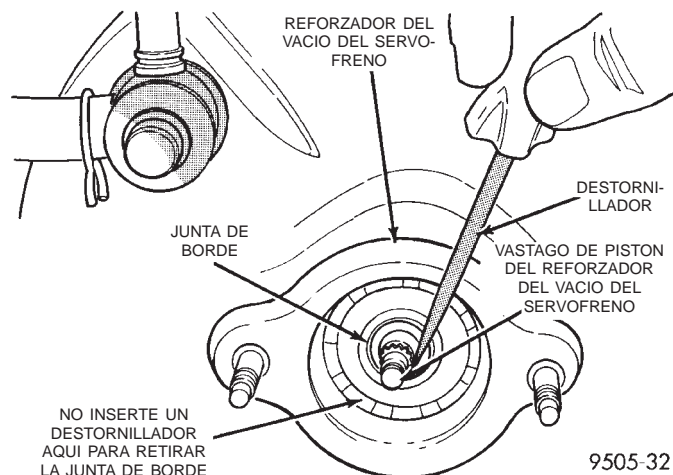

Fig. 107 Desmontaje del sello del reforzador del vacío
PRECAUCION: En los vehículos que tienen instalado el sistema ABS, el cilindro maestro sirve de sello para retener el vacío en el reforzador del vacío del servofreno. El sello de vacío en la parte delantera del reforzador del vacío del servofreno (Fig. 107) DEBE reemplazarse cuando se retira el cilindro maestro del reforzador del vacío del servofreno.
(7) Si el vehículo tiene instalado el sistema ABS, retire el sello de vacío (Fig. 107) situado en la parte delantera del reforzador del vacío del servofreno. Para retirar el sello de vacío, inserte **cuidadosamente** un destornillador pequeño entre el vástago de pistón del reforzador del vacío del servofreno y el sello de vacío (Fig. 107) y ejerza palanca para extraer el sello del reforzador del vacío del servofreno. **No intente extraer el sello del cilindro maestro insertando una herramienta entre el sello y el reforzador del vacío del servofreno.**